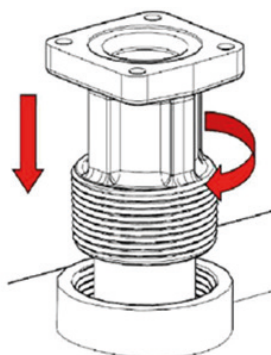

Рисунок 3.2
2. Вверните входной фланец (вместе с всасывающей трубой) в резервуар. Для герметизации соединения используйте маслостойкий герметик. Входной фланец должен быть закреплен надёжно и герметично (Рисунок 3.2).